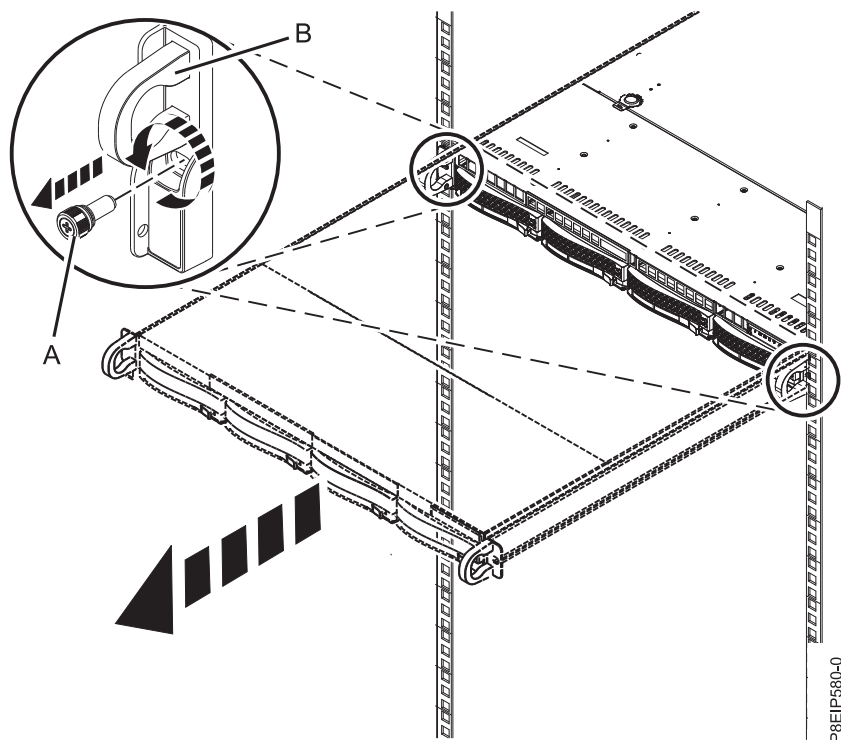

図 69. 前面のねじの取り外しとラックからのシステムの取り外し
2. システムの両側から、システムをラックに固定している前面のねじ (A) を取り外します (図 69 を参照)。